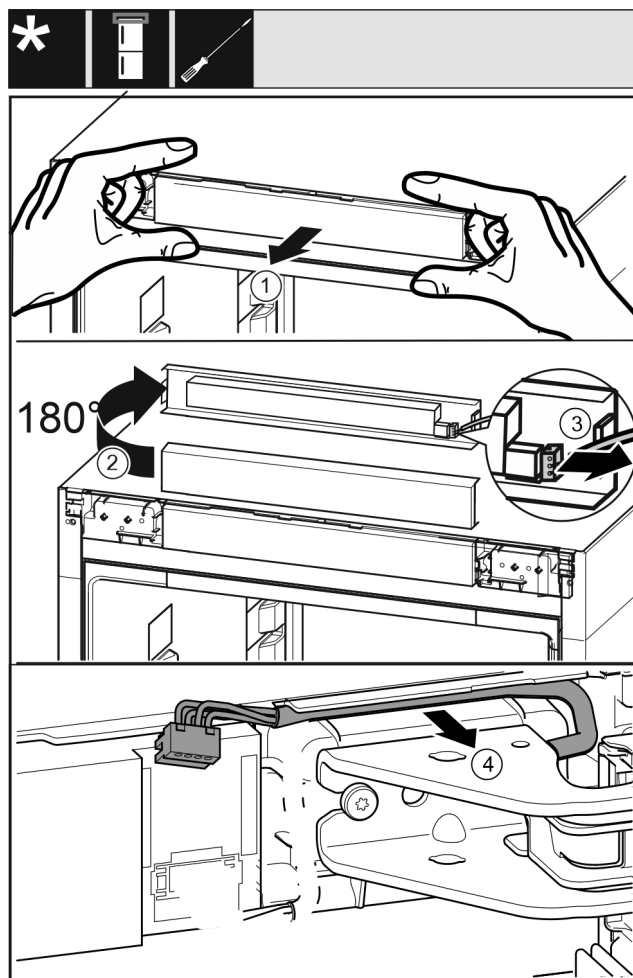

Fig. 21
- Осторожно снимите фальшпанель Fig. 21 (1) движением вперед.
- Поверните фальшпанель Fig. 21 (2) вверх на 180°.
- Прижмите защелку Fig. 21 (3) назад и осторожно извлеките штекер.
- Осторожно высвободите кабель Fig. 21 (4) над опорным кронштейном из направляющей.